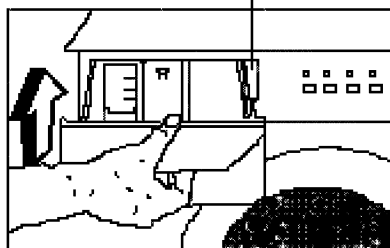

Fig 15
- Soulevez l'avant du tiroir et continuez à tirer jusqu'à ce que celui-ci sorte de son emplacement (fig. 15)